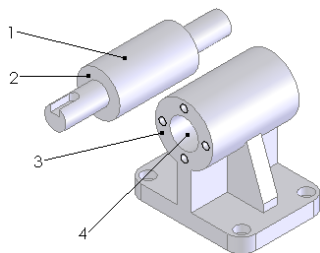
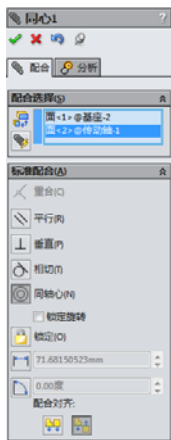
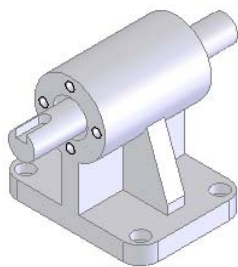

图 7-128 插入传动轴后的视图
图 7-129 设置的配合关系
图 7-130 配合后的视图
**01** 插入零件。在菜单栏中选择“插入”→“零部件”→“现有零件/装配体”命令，插入传动轴。具体步骤可以参考上面的介绍，将传动轴插入到图中合适的位置，结果如图 7-128 所示。
**02** 添加配合关系。在菜单栏中选择“插入”→“配合”命令，或者单击“装配体”工具栏中的“配合”图标按钮，此时系统弹出“配合”属性管理器。用光标选择图 7-128 中的面 1 和面 4，单击属性管理器中的“同轴心”图标，如图 7-129 所示。将面 1 和面 4 添加为“同轴心”配合关系，然后单击属性管理器中的“确定”图标按钮。重复此命令，将图 7-128 中面 2 和面 3 添加为距离为 5mm 的配合关系，注意轴在轴套的内侧，结果如图 7-130 所示。